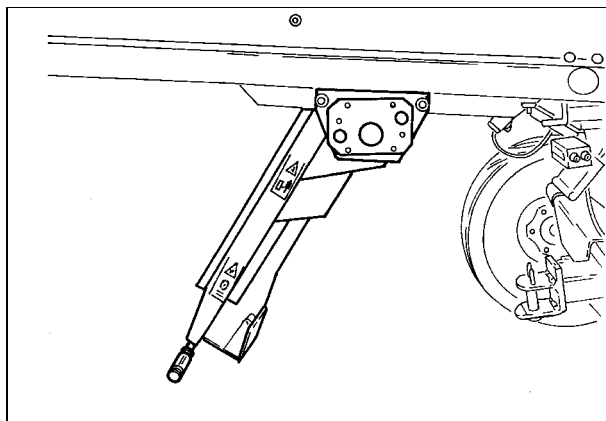

Рис. 38
- Заднее положение (Рис. 38), для проверки сит